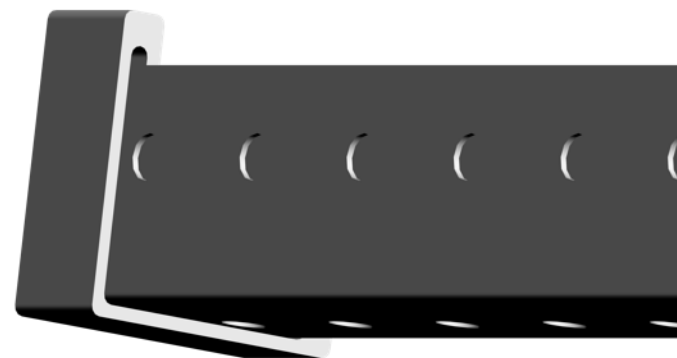

Рис. 7
3. На стойки одеваются подпятники (рис. 7)